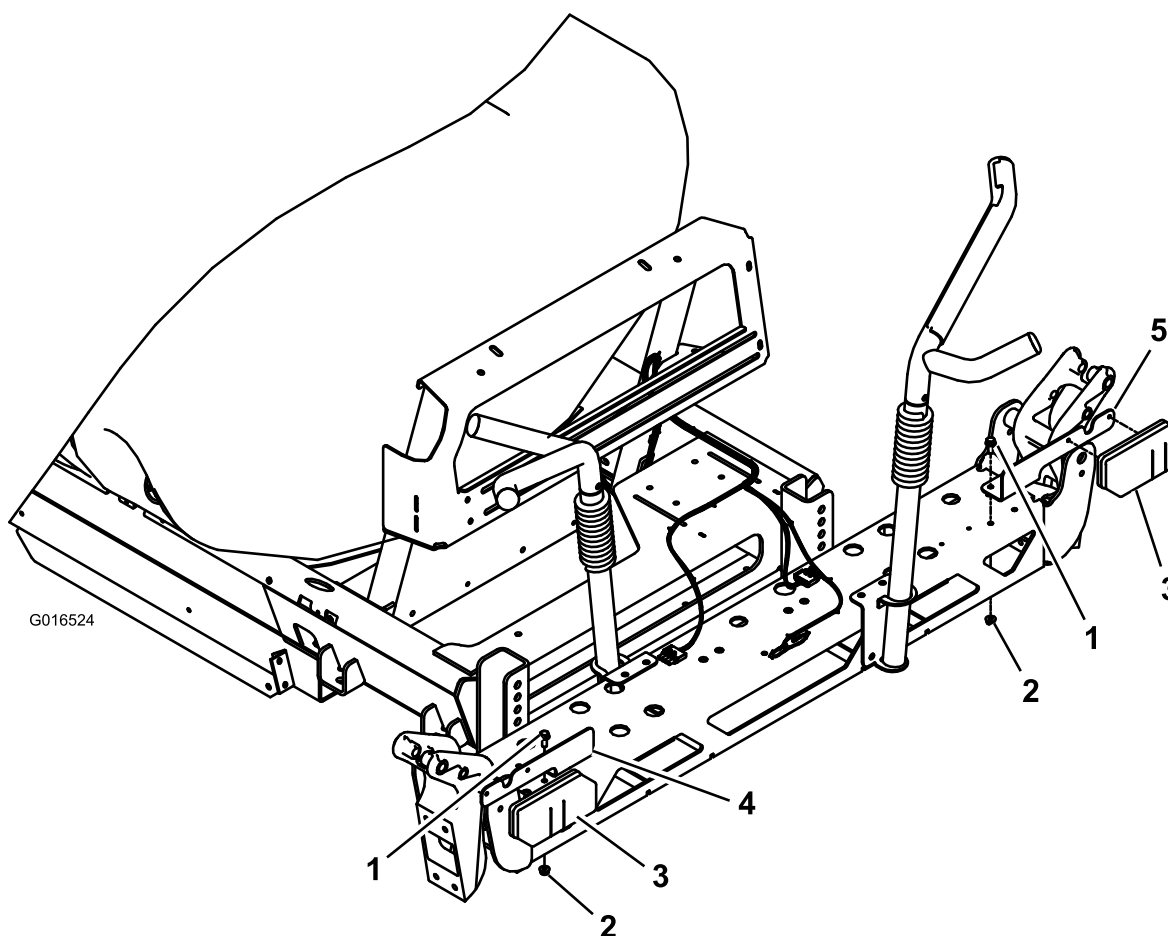

Figure 5
1. Posez les supports des clignotants gauche et droit sur le support de rampe avec 4 vis à embase à tête hexagonale et 4 écrous à embase hexagonaux (Figure 5).
2. Posez les feux arrière sur les supports de clignotants (Figure 5).